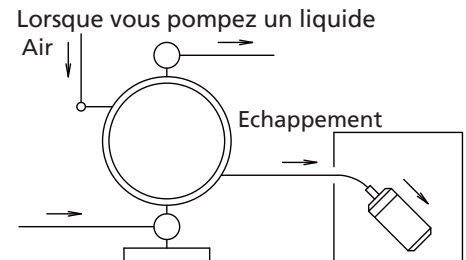

Figure 9
- L'échappement doit évacuer à l'extérieur et non pas dans le fluide où la pompe est immergée. Pour tout renseignement quant à la façon de disposer l'échappement, cf. Notes : Disposition en vue d'un échappement à l'extérieur, et Fig. 9 ci-dessous.